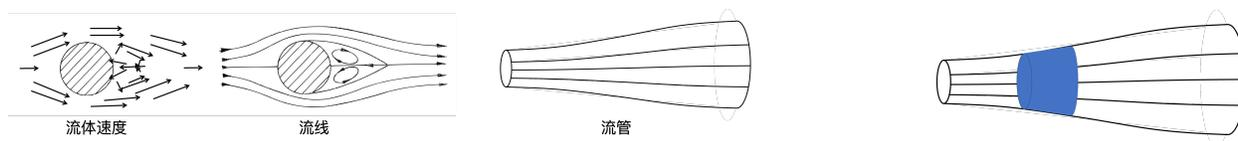

图 10. 流场、流线、流管
1. **定常流动 (steady flow)** 定常流动是一种简单且常见的流动方式。所谓定常流动，是指流场各处的流速  $\vec{v}$  不随时间变化的情形  $\vec{v} = \vec{v}(\vec{x})$ 。注意，流体做定常流动时，流速仍然可能随着空间改变，即不同地点的流速可以不同。而另一方面，如果追踪一个流体元的运动，其速度仍然会发生改变，因此定常流动时流体元仍然具有加速度。在定常流动中，流线和流管是静止不动的，流体在流管中运动，如图 10 所示。